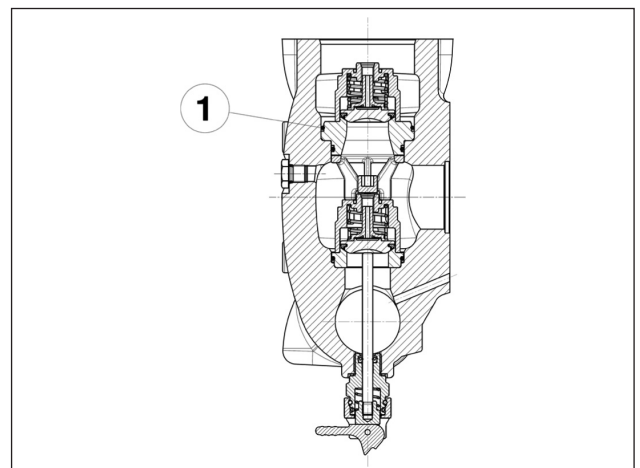

Fig. 128
Installer le joint torique rep. ①, Fig. 128 avec précaution.